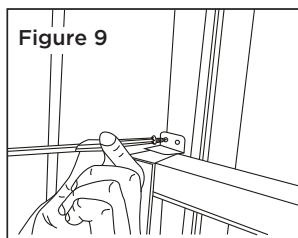

Figure 9
C. Fixez le châssis inférieur en place en attachant le verrou de châssis à l'aide de vis de 3/4 po (19 mm) ou de 1/2 po (12,7 mm), comme indiqué (Figure 9).